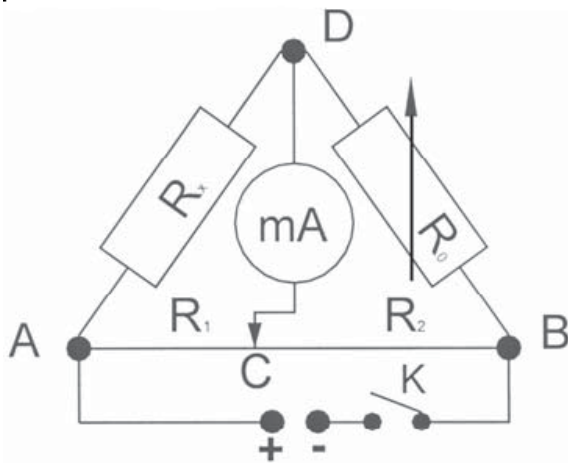

Fig. 1
Un pont de Wheatstone permet de déterminer la résistance (cf. fig. 1).
- Monter l'expérience comme le montre la figure 1